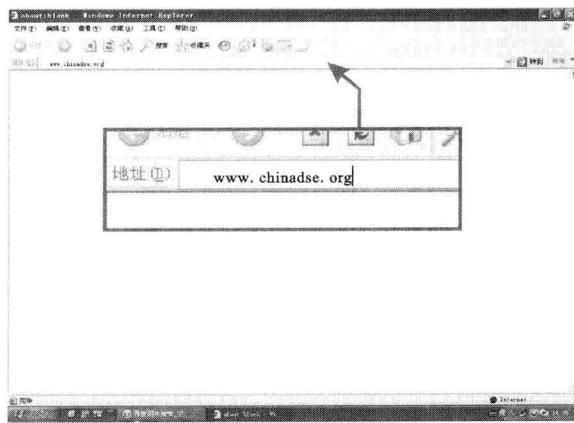

图 3 输入网址
③ 打开计算机上的网络浏览器，在地址栏中输入网址“[www.chinadse.org](http://www.chinadse.org)”，然后按回车键，登录数码维修工程师官方网站，如图 3 所示。